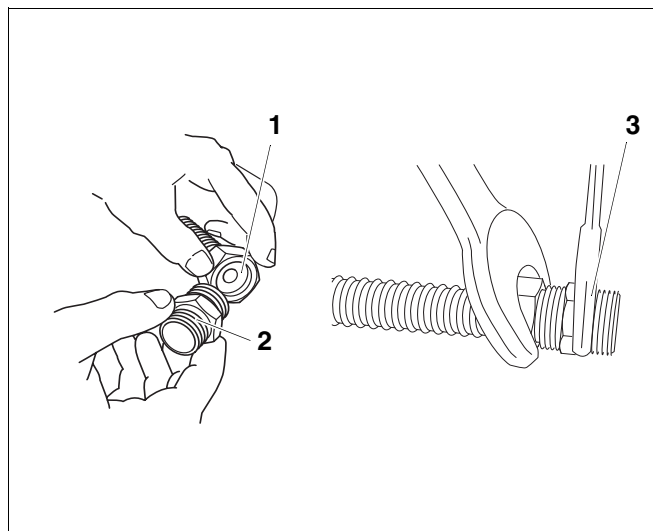

Fig. 3 Realizzare le sedi a tenuta ermetica
- Inserite l'apposita rondella (fig. 3, **pos. 1**) nel dado di raccordo.
- Avvitare il doppio nipplo (fig. 3, **pos. 2**) con forza a mano.
- Stringete a fondo il doppio nipplo (fig. 3, **pos. 3**).